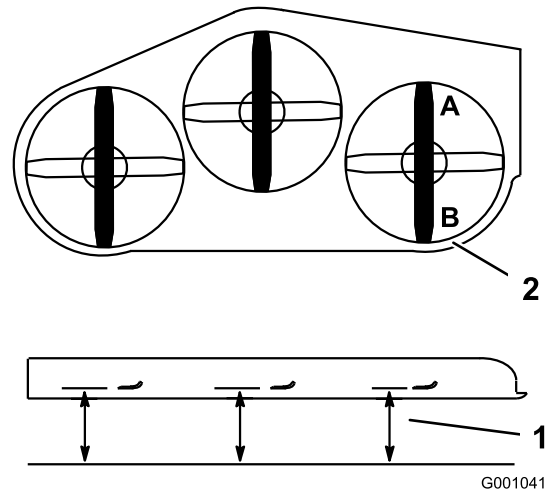

Figura 81
2. Coloque una cuchilla en posición longitudinal. Mida en las posiciones **A** y **B** desde una superficie nivelada hasta el filo de corte de los extremos de la cuchilla (Figura 81).